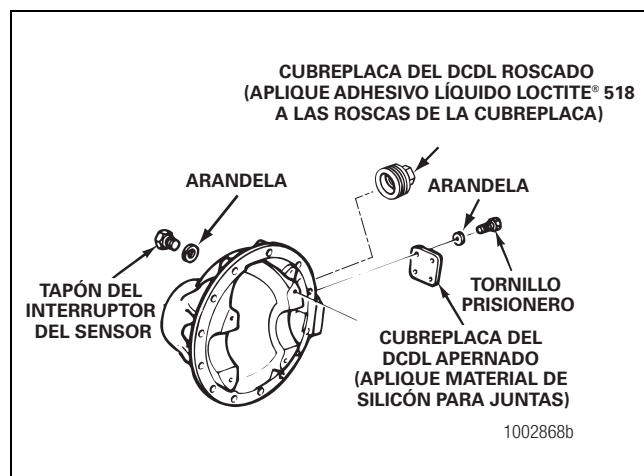

Figura 6.20
3. Instale las cuatro arandelas y los tornillos prisioneros. Apriete con una torsión de 7.4 a 8.9 lbs-pie (10-12 N•m). Figura 6.20.